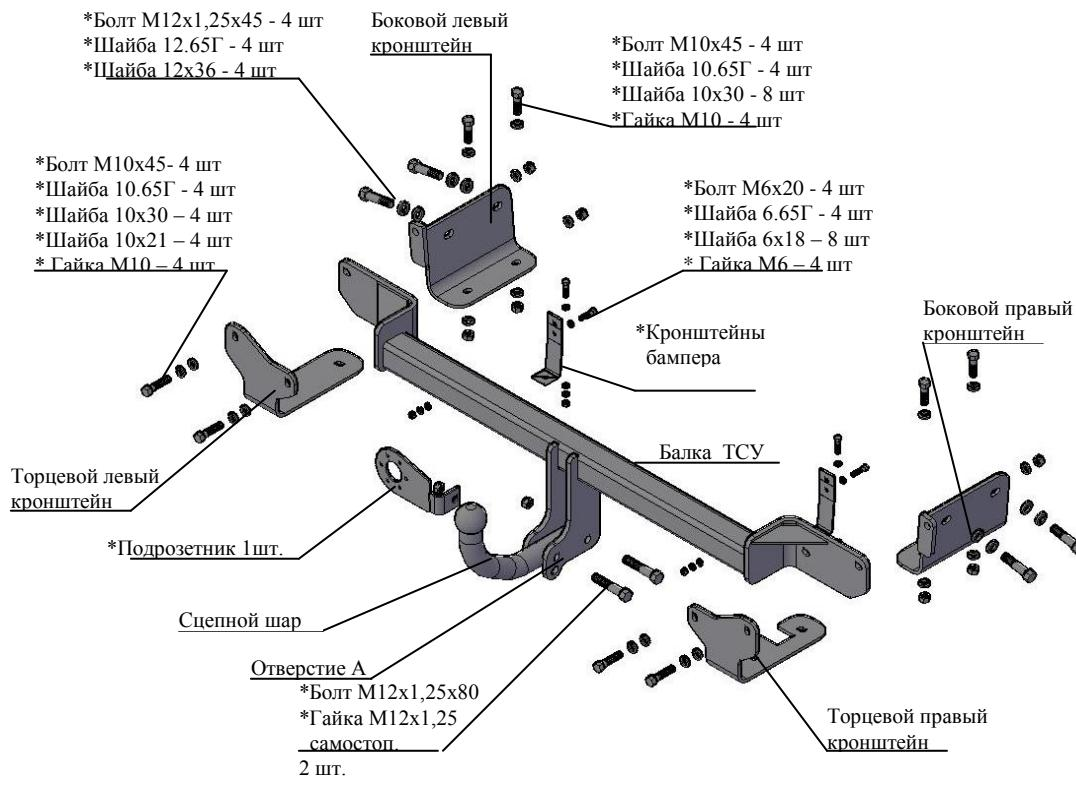

Рис.1 Тягово-сцепное устройство 7240
2.1 ТСУ 7240 в сборе (рис.1)	1 шт.
2.2 Пакет с комплектующими (см. рис.1)	1 шт.
4.2 Установить боковые кронштейны ТСУ (правый и левый соответственно рис.1) на внешние боковые стороны лонжеронов а/м, закрепив болтами M12x1,25x45, под головки болтов подложить шайбы гроверные 12.65Г и шайбы 12x37. Крепеж не затягивать.
4.3 Установить балку ТСУ и торцевые кронштейны (правый и левый соответственно рис.1) (для а/м **Кия Рио** –торцевые кронштейны к фартуку а/м, затем балку ТСУ), закрепив их к а/м и боковым кронштейнам через фартук а/м болтами M10x45 и гайками M10, под гайки подложить шайбы гроверные 10.65Г и шайбы 10x30. под головки болтов подложить шайбы 10x30. Крепеж не затягивать.